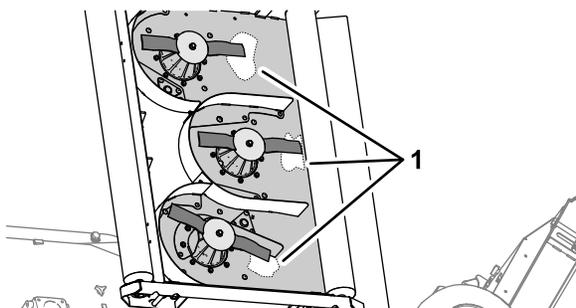

Рисунок 71
- Очистите нижнюю часть деки газонокосилки в зоне, находящейся рядом с режущей кромкой в задней части ножа (Рисунок 71).